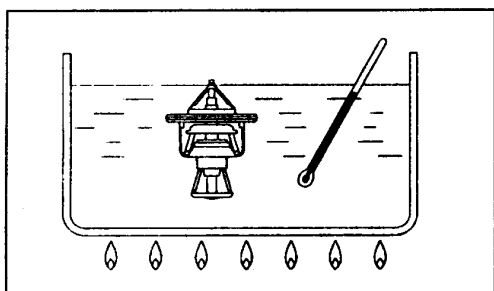

图 8-4
- (1) 容器中装满水，把节温器沉入水中，搅拌使水温升高，检查节温器的开阀温度是否为标准值(见图8-4)。标准值： $82 \pm 1.5^{\circ}\text{C}$